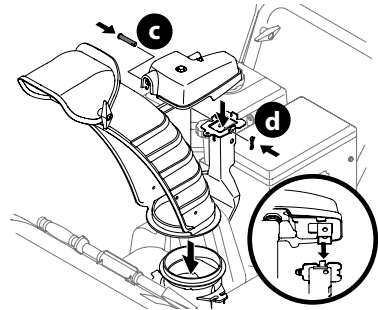

Figura 8
2. Asegure el cabezal de control del canal a la ménsula de soporte del canal con el pasador de horquilla (c) y el pasador de chaveta (d) que se extrajeron en el Paso 1 (Figura 8).